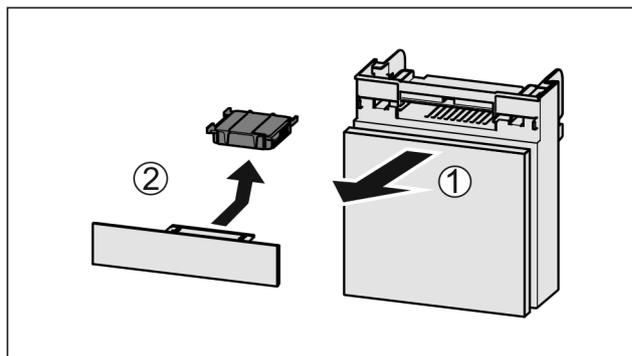

Fig. 118
- ▶ Predal izvlecite Fig. 118 (1) naprej.
- ▶ Odstranite Fig. 118 (2) aktivni ogljeni filter.